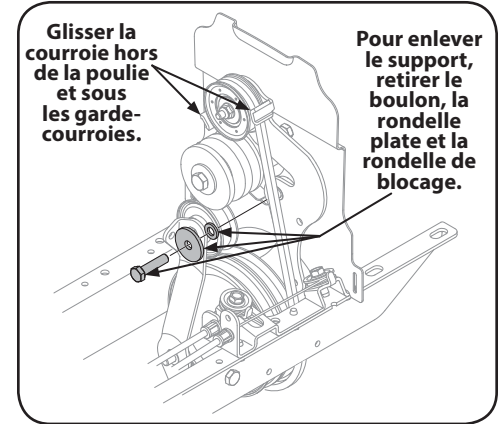

Figure 5-6
5. Retirez le boulon hexagonal de 5/16-24, la rondelle plate et la rondelle de blocage qui fixent le support de la poulie de tension, puis retirez le support. Voir Figure 5-6.